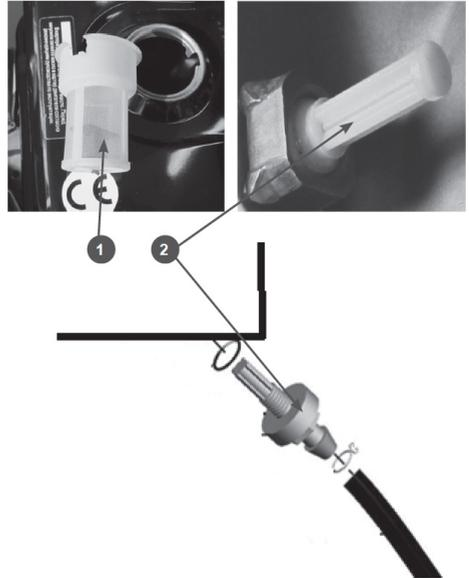

Рис.15
Топливный фильтр на двигателе мотопомпы устанавливается непосредственно в топливном баке. Один фильтр устанавливается в заливной горловине бака (1) Рис.15. Второй фильтр выполнен в виде штуцера и устанавливается внутри бака (2) Рис.15. На второй конец этого фильтра устанавливается топливный шланг.